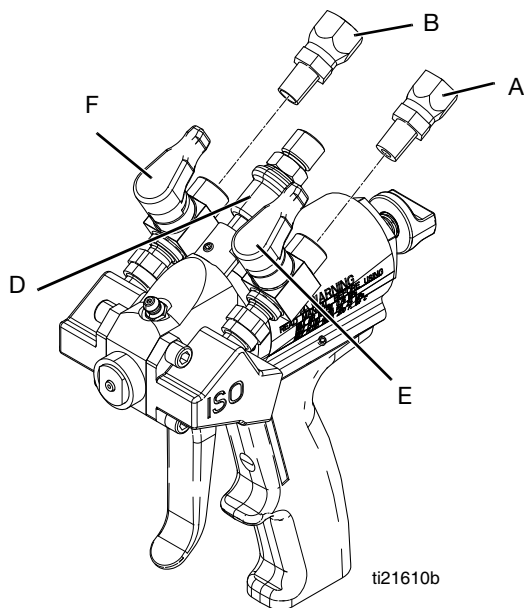

图 4 旋转接头拆除
2. 从 P2 上的材料截止阀 (E, F) 上卸下旋转接头 (A, B)。参见图 4。阀门接头为 1/8 英寸 NPT 内螺纹。
3. 从供气开关 (D) 上拆下空气软管。供气开关接头为 1/4 英寸 NPSM。